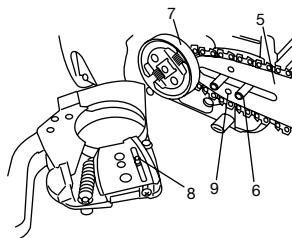

Fig. 3
3. Installer le guide de chaîne (5) sur les boulons (6), puis le pousser au maximum vers le pignon (7). S'assurer que le moyeu duboulon de réglage de tension de chaîne (8) s'adapte correctement dans le trou dans le trou du guide de chaîne (9). (Fig. 3)
Déplacez 1également le guide-chaîne vers l'avant et vers l'arrière jusqu'à ce que l'ergot (8) pénètre correctement dans le trou du guide-chaîne (9). (Fig. 3)